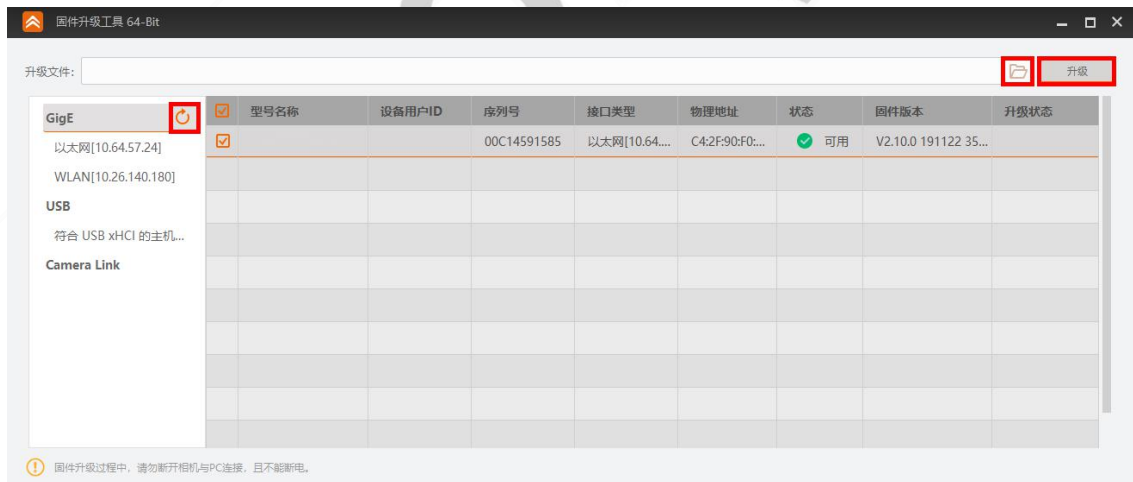

图8-25 固件升级
2. 点击工具左侧 GigE 接口处的  枚举网口相机，在右侧选中需要升级且处于可用状态的设备，如图 8-25 所示。